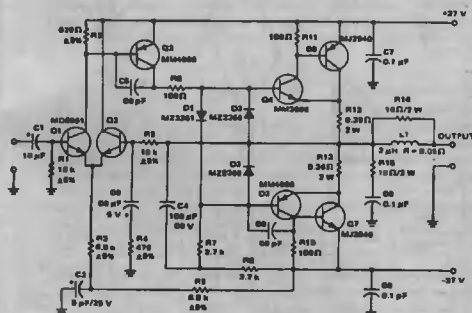
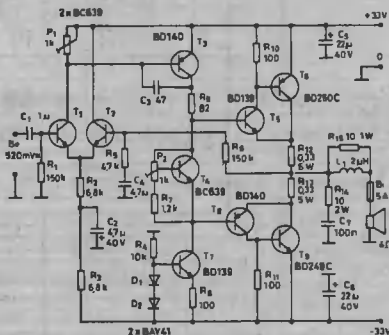
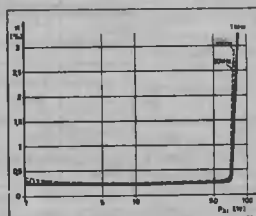

Рис.3
Рис.4
Рис.5
**Дьерь Плахтович** из Венгрии предложил схемы **усилителей мощности** звуковой частоты, обеспечивающих на нагрузку 4 Ома мощность 60 Вт (рис.3) и 70 Вт (рис.4). На рис.5 изображено зависимость коэффициента гармоник от мощности в нагрузке и частоты ("Radiotekhnika" N3/96, с.123, 124).